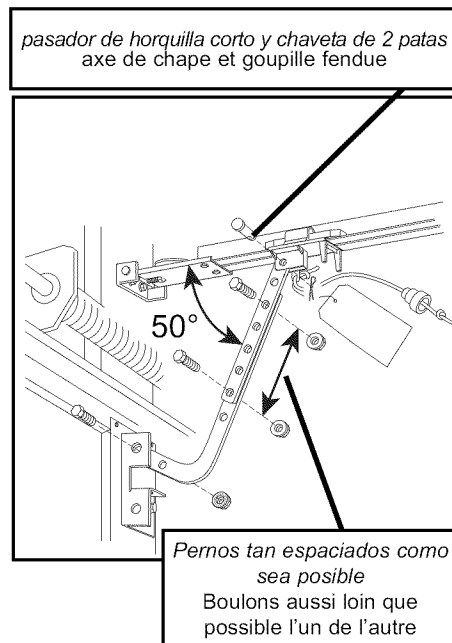

FIG. 2-9 **Acoplando los brazos de la puerta.**
- Sujete la derivación corta del brazo curvo de la puerta al soporte de la puerta con el perno y la tuerca de cierre (Fig. 2-9).
- Sujete el brazo recto al corredizo usando el pasador de horquilla y pasador de 2 patas (Fig. 2-9).
- Con los brazos dispuestos en esta posición, sujete los brazos juntos usando pernos y tuercas tan espaciados como sea posible (Fig. 2-9).
- Fixez la partie courte du bras de porte incurvé au support de porte à l'aide d'un boulon et d'un écrou de blocage (Fig. 2-9).
- Fixer le bras droit au chariot à l'aide de l'axe de chape et de la goupille fendue (Fig. 2-9).
- Placer les boulons disposés ainsi, resserrer les bras ensemble à l'aide des boulons et des écrous aussi loin que possible l'un de l'autre (Fig. 2-9).